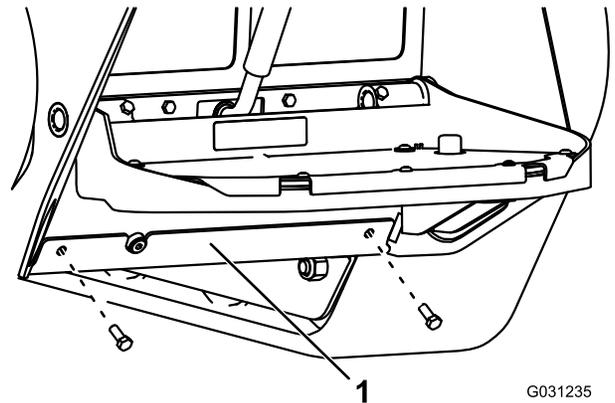

Figura 75
4. Retire los 2 pernos que sujetan la placa inferior y retírela (Figura 75).
8. Instale la placa inferior (Figura 75).